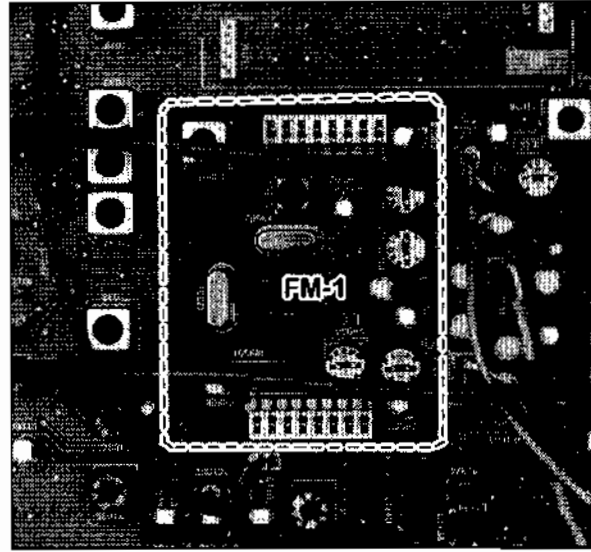

Figura 5
- ③ Tomando la figura 5 como referencia, presione el tablero del filtro alternativo sobre los terminales correspondientes al punto de montaje que ha sido asignado en el radio. Posteriormente, empuje el tablero con suavidad hacia abajo hasta que quede debidamente asentado sobre los conectores respectivos.
- ④ Con esto se termina la instalación de la referida unidad. Finalmente, coloque la cubierta inferior del transceptor para sellarlo.